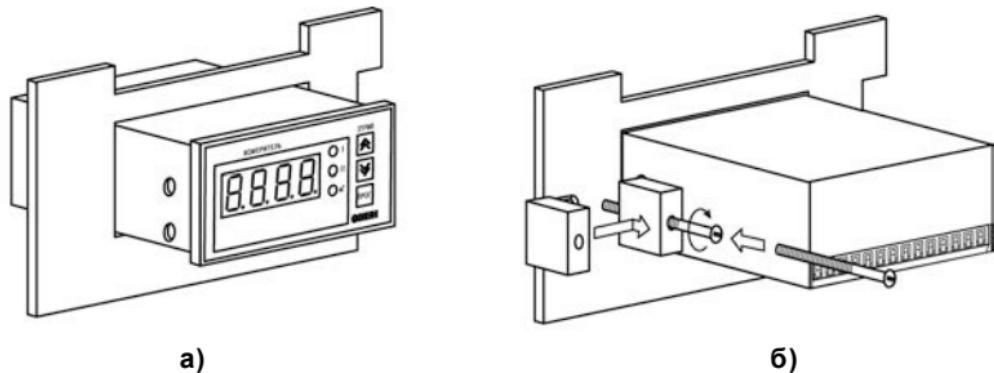

Рисунок 5.2
- вставить прибор в специально подготовленное отверстие на лицевой панели щита (см. Приложение А и рисунок 5.2, а);
- вставить фиксаторы из комплекта поставки в отверстия на боковых стенках прибора (рисунок 5.2, б);